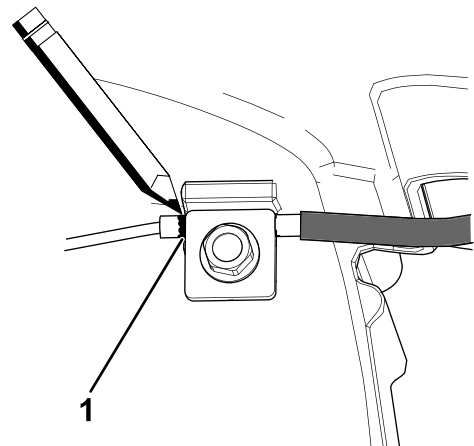
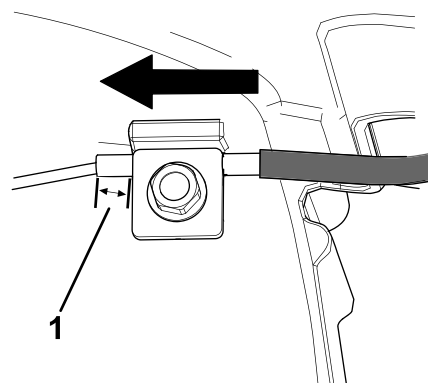

Figure 35
Figure 36
7. Marquez le câble de frein (Figure 35), puis ajustez la gaine jusqu'à obtention d'un mou de 8 mm (Figure 36).